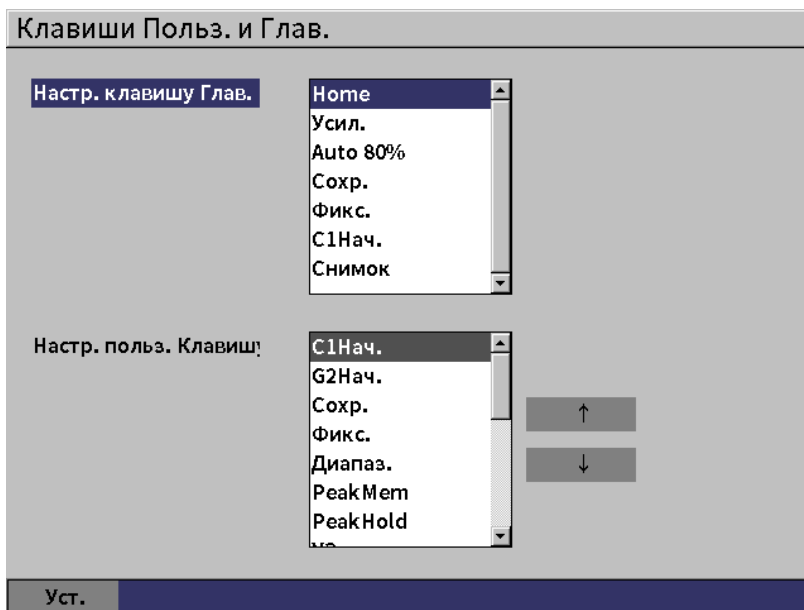

Рис. 5-5 Страница настройки пользовательских клавиш
Действие последовательного нажатия Shift, Tab можно изменить на странице настройки **Клавиши Польз. и Глав.** (см. Рис. 5-5 на стр 41).
1. Откройте страницу настройки **Клавиши Польз. и Глав.** (см. Рис. 5-5 на стр 41).